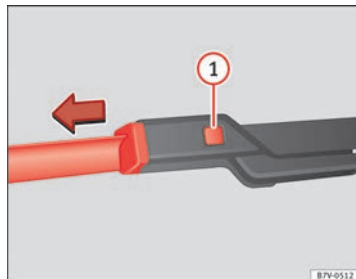

Abb. 116 Scheibenwischerblätter der Windschutzscheibe auswechseln.
- Entriegelungstaste ⇒ Abb. 116 ① gedrückt halten und gleichzeitig das Scheibenwischerblatt in Pfeilrichtung abziehen.